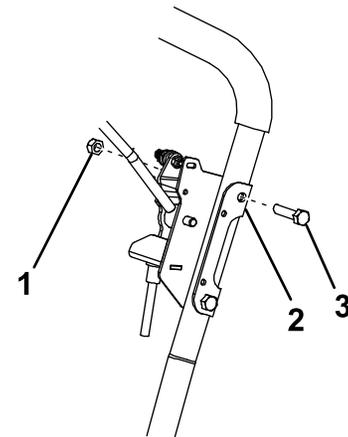

Рисунок 2
3. Отверните и удалите в отходы болты и гайки, которые крепят верхнюю часть левого и правого кронштейнов тормоза к штанге рукоятки (**Рисунок 2**).